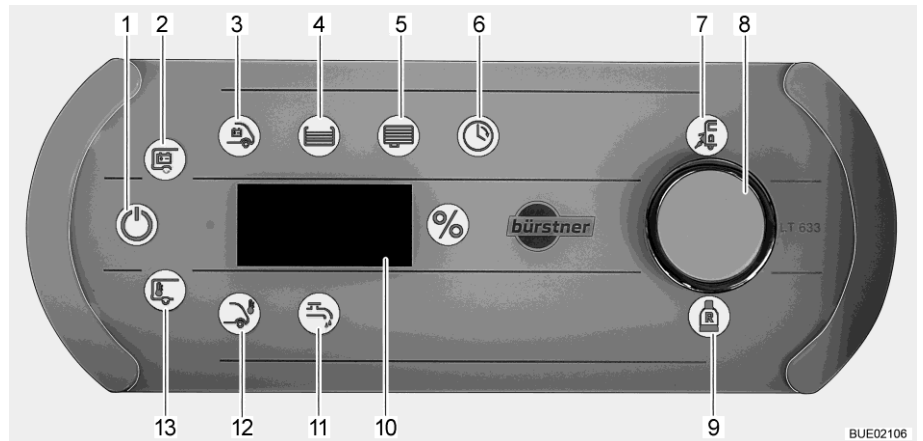

Bild 109 Panel LT 633
Symbolen nätkontroll (Bild 109,7) lyser när fordonet försörjs med 230-V-nätspänning. Batterierna laddas.
- Tryck kort på vridknappen (Bild 109,8). Symbolen 12 V PÅ (Bild 109,1) lyser. Om symbolerna 12 V PÅ och bodelsbatteriet (Bild 109,2) blinkar tre gånger, stängs strömförsörjningen av.
- Tryck på vridknapp (Bild 109,8) och håll den intryckt i ca 5 sekunder. Symbolen för bodelsbatteriet (Bild 109,2) blinkar och på indikeringen (Bild 109,10) visas "On".
- Släpp vridknappen. Symbolen 12 V PÅ (Bild 109,1) lyser. Spänningsförsörjningen är påslagen.
- Vrid på vridknappen tills symbolen för vattenpump (Bild 109,11) tänds. På displayen visas det aktuella kopplingsläget ("On" eller "OFF").
När vattenpumpen är påslagen, lyser symbolen för vattenpumpen (Bild 109,11).
- Vrid på vridknappen tills symbolen för bodelsbatteri (Bild 109,2) tänds. Batterispänningen för bodelsbatteriet visas på indikeringen under ca. 20 sekunder (t. ex. "13,8U" för 13,8 volt).
- Vrid på vridknappen tills symbolen för startbatteri (Bild 109,3) tänds. Batterispänningen för startbatteriet visas på indikeringen under ca. 20 sekunder.
Symbolen för reservgasflaska (Bild 109,9) tänds när reservgasflaskan används.
- Vrid på vridknappen tills symbolen innetemperatur (Bild 109,13) eller utetemperatur (Bild 109,12) lyser. På indikeringen visas den utvalda temperaturen.
- Vrid på vridknappen tills symbolen klocka (Bild 109,6) tänds.